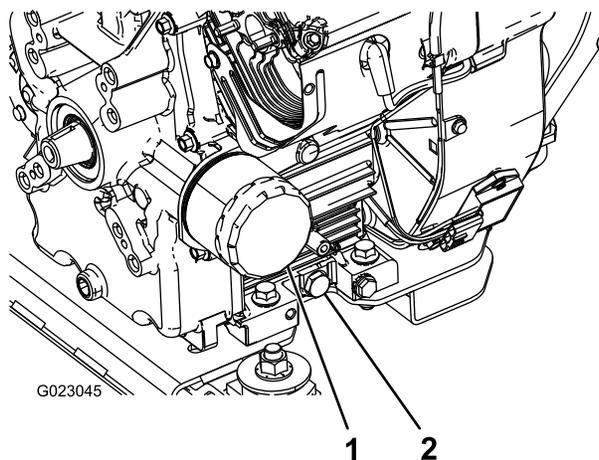

图38
5. 拆下排油塞图38。
2. 拆下机油滤芯图38。
5. 将新机油滤芯装在机油滤芯安装座上。顺时针转动机油滤芯直至橡胶垫片接触到机油滤芯安装座然后将机油滤芯再旋入1/2圈图38。